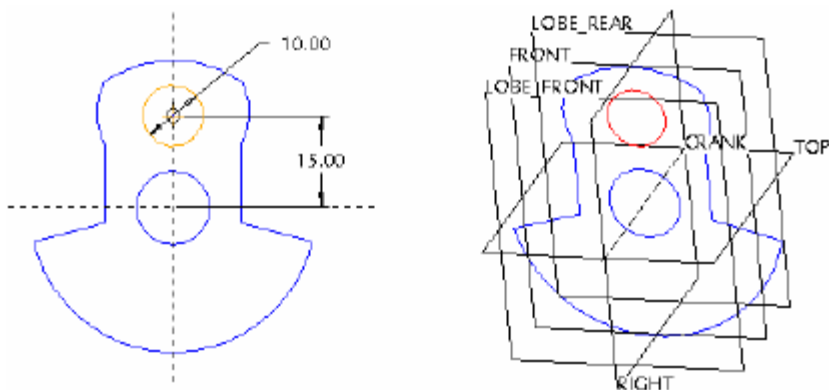

Рис. 3.7. Эскиз коленчатого вала
9. На панели эскиза выберите иконку Circle (Окружность). Нарисуйте окружность и образмерьте ее, как показано на левой части рис. 3.7. Для завершения создания эскиза на панели эскиза нажмите иконку CompleteSketch (Продолжить с текущим сечением). Готовый эскиз показан на правой части рис. 3.7.